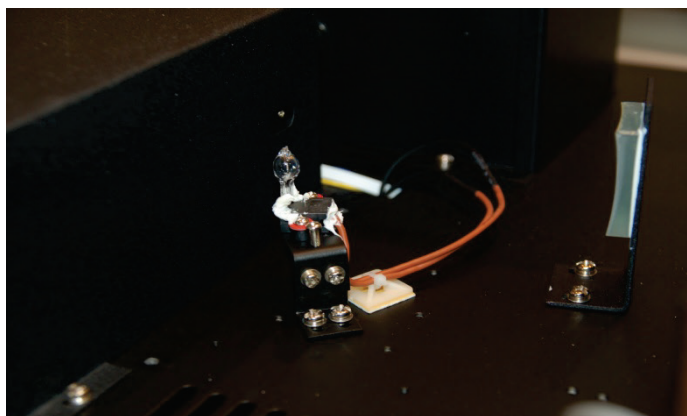

Рисунок 23 - Крепление галогенной лампы.
6. Замените галогенную лампу: выньте лампу из держателя и установите в гнезда держателя новую лампу (Рисунок 23).